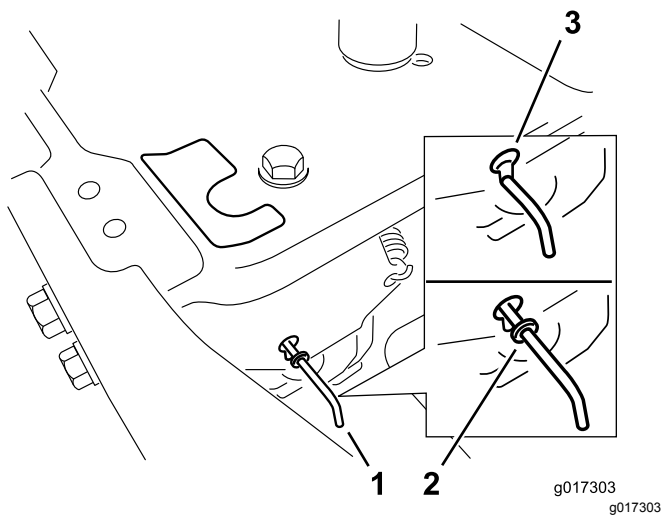

Figure 23
- Amenez les leviers de dérivation en avant dans l'encoche en trou de serrure, puis vers le bas pour les verrouiller en position, comme montré à la Figure 23. Assurez-vous de le faire pour chaque levier.
Déplacez les leviers de dérivation en arrière dans l'encoche en trou de serrure, puis vers le bas pour les verrouiller en position, comme montré à la Figure 23. Assurez-vous de le faire pour chaque levier.